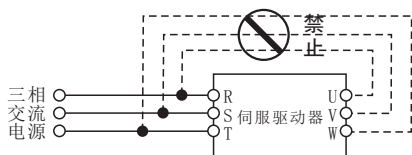

图1-2
- 严禁将交流电源接到伺服驱动器的输出端子U、V、W上，否则将会造成伺服驱动器的损坏，如图1-2所示。